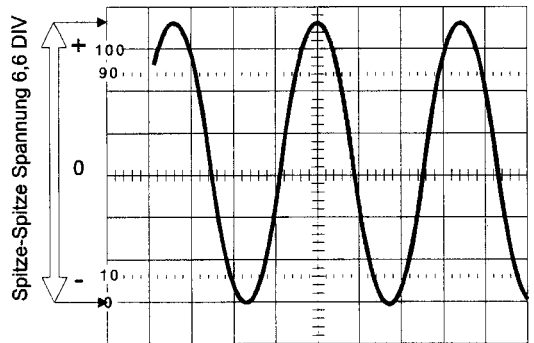

Abbildung 8.4-1
- 2.) Verschieben Sie nun mit dem Einsteller für die horizontalen Position die Kurve so, daß der positivste Punkt des Signals durch die vertikale Mittellinie führt. In der **Abbildung 8.4-1** beträgt die Strecke zwischen Extremwerten 6,6 Rasterteilungen (DIV).